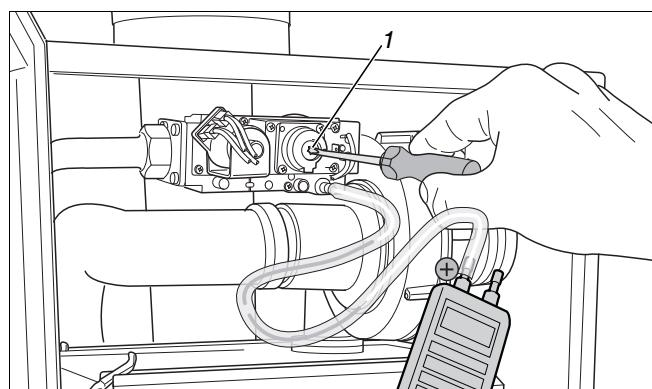

Рис. 83 Установка соотношения газа и воздуха
- При отклонении соотношения газ/воздух отрегулировать его с помощью установочного винта (Torx 40 H) (рис. 83, поз. 1). Установочный винт находится за винтом крышки (Torx 40 H).